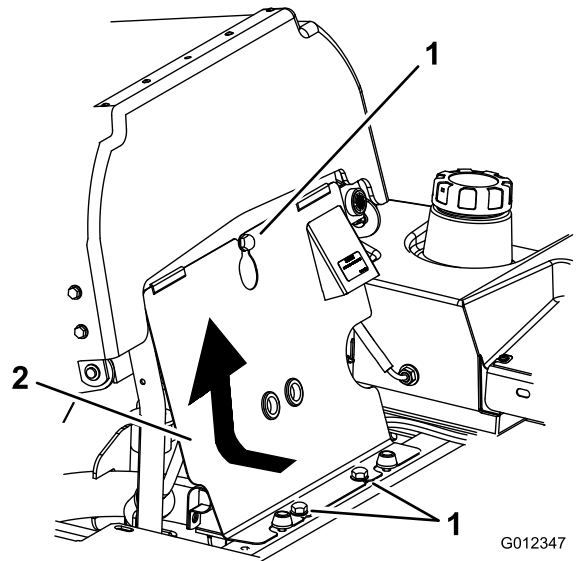

Figure 48
1. Basculez le siège en avant, desserrez les boulons et déposez le panneau avant du moteur (Figure 48).